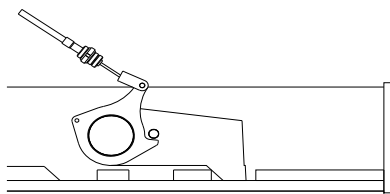

図 1
- ・ 降下止めツメが正しく下まで降りている状態(図1)で使用してください。
- ・ 降下止めツメが正しく下まで降りている状態(図1)を確認するまでは絶対に車の下に入らないでください。